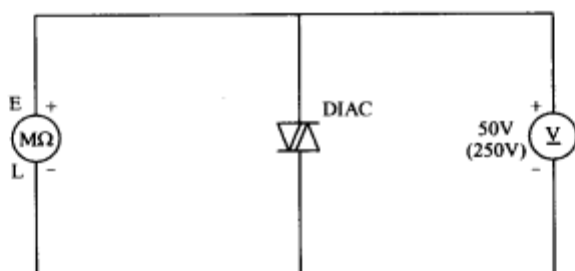

图 4-50 双向触发二极管检测电路
(1) 将万用表置于 $R \times 1k$ 挡，测量双向触发二极管的正、反向电阻值，正常时，都应为无穷大。若交换表笔进行测量，万用表指针向右摆动，说明被测管有漏电性故障。
(2) 按图 4-50 所示电路进行连接。